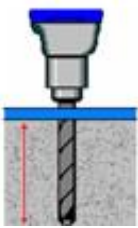

рис. 3
1. Просверлите электро-дрелью отверстия для анкерных податливых болтов на поверхности. Убедитесь, чтобы просверлили отверстия ровно вертикально. (рис. 3)